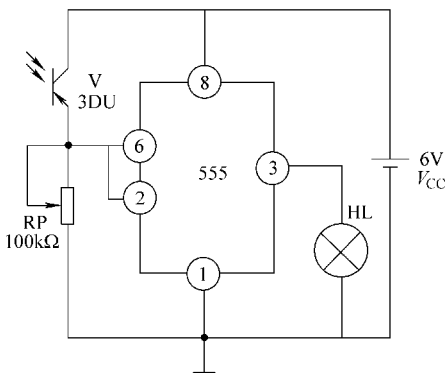

图 3-37 路灯自动控制电路
(1) 路灯自动控制器
图 3-37 所示为路灯自动控制器的电原理图。其中 V 为光敏晶体管 3DU。有光照时, c-e 之间的电阻变小; 光暗时, c-e 间电阻就变大。RP 为可变电阻, L 受控于小灯泡, 白天因光线亮光敏管 3DU c-e 之间的电阻下降, ⑥脚分得的电压大于 V_{CC} (4V), 定时器的输出端, ③脚为低电平, 所以小灯泡 L 不亮。天黑时光敏 c-e 间电阻增大, 使低触发端②脚电压小于 V_{CC} (2V), 于是③脚输出高电平, 小灯泡 HL 发光。调节 RP 可调节灯的亮度。